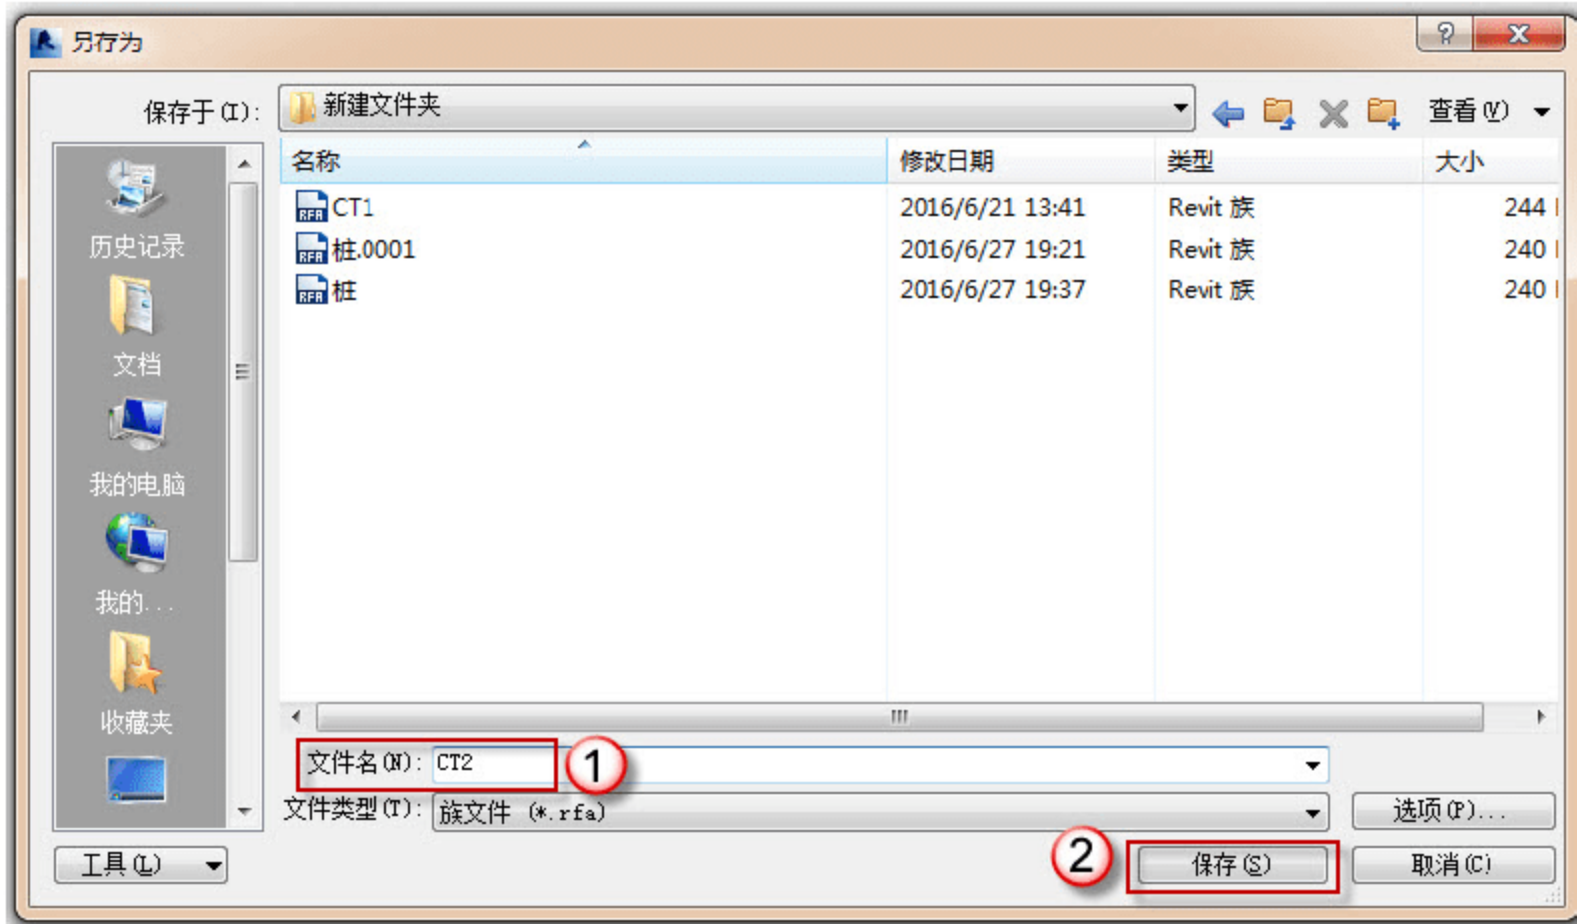

图 2.1.26 另存为族
(11) 另存为族。选择“应用程序”→“另存为”→“族”命令，在弹出的“另存为”对话框中将已经调整好的承台标头文件另存为“CT2”RFA 族文件，如图 2.1.26 所示。